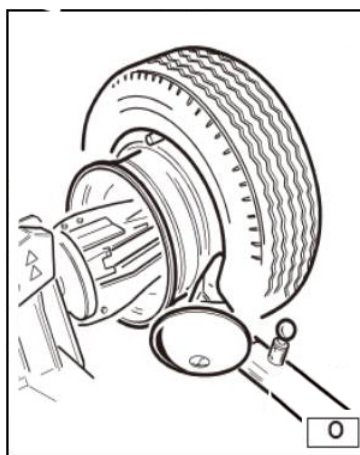

Рисунок 24
- Перемещайте съемный рычаг вперед, пока красная точка не будет на одной линии с внешним краем диска на расстоянии 5мм от него (см. рис. 24).